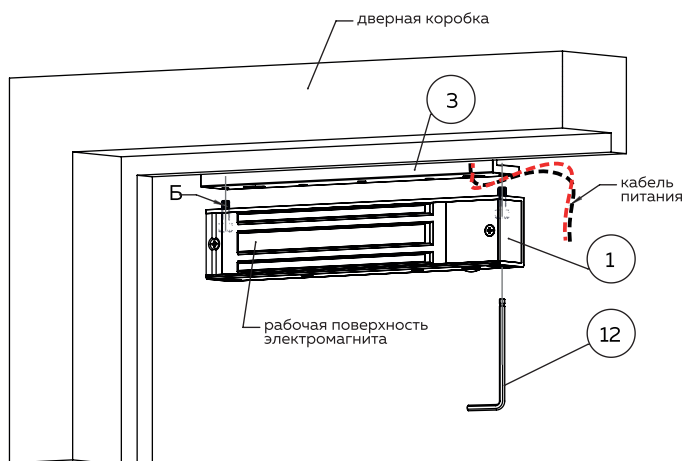

Рисунок 9
4 Через овальный паз пропустить кабель питания для замка и соединить согласно схеме подключения. Для фиксации электромагнита ① на уголке ③ необходимо при помощи ключа ⑫ затянуть винты Б, как показано на рис.9.